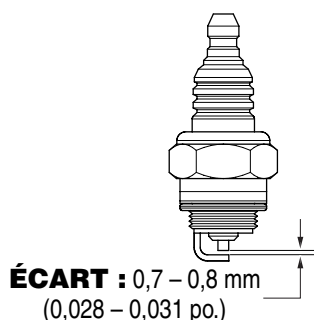

Figure 33. Écart bougie d'allumage
3. Enlever et nettoyer la bougie d'allumage (Figure 33), puis régler l'écart à 0,7–0,8 mm (0,028–0,031 pouce). Cet appareil est muni d'un allumage électronique qui ne nécessite aucun autre réglage.